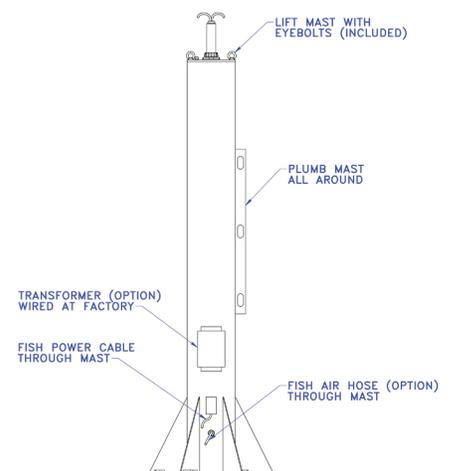

Fig. 3H. 660# Installazione del montante Easy Arm.
- E) Prima di ergere il montante, tirare fuori il cavo elettrico e il tubo dell'aria (opzionale) dal montante (**fig. 3H**).